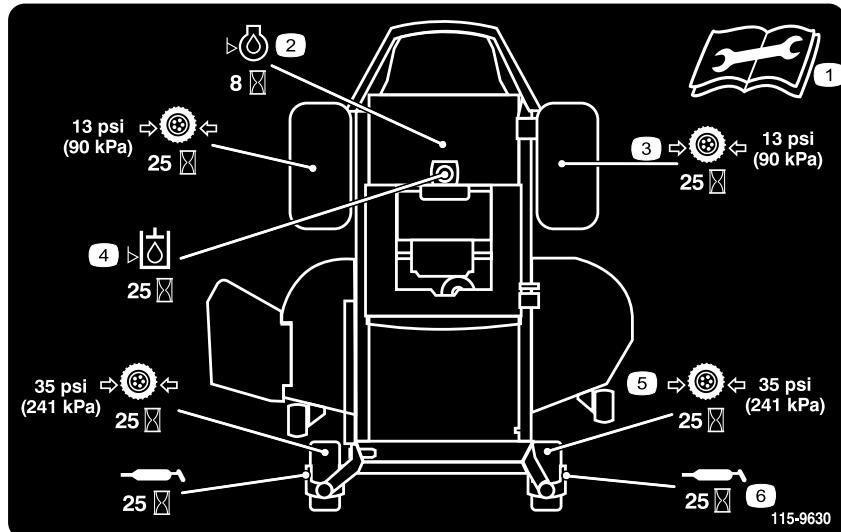
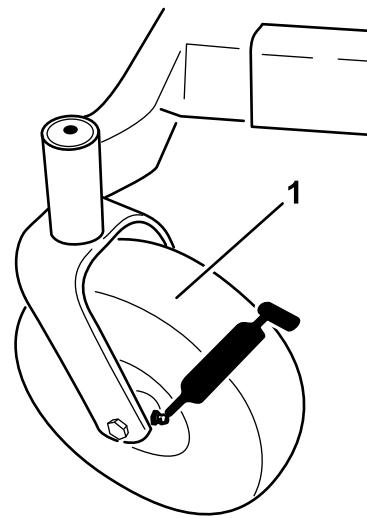

Figura 31
Figura 33
3. Limpie con un trapo los puntos de engrase (Figura 33 y Figura 31). Asegúrese de rascar cualquier pintura que hubiera sobre los puntos de engrase.
4. Conecte una pistola de engrasar a cada punto de engrase (Figura 33 y Figura 31). Bombee grasa hasta que empiece a rezumar grasa de los cojinetes.